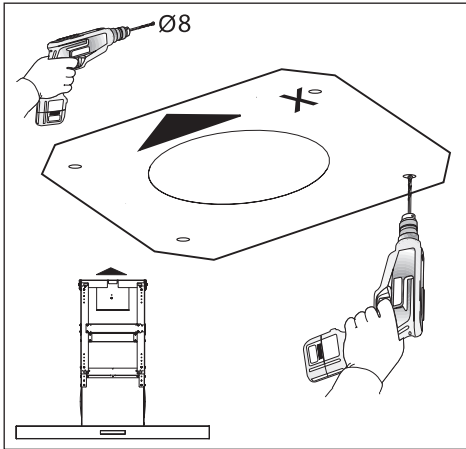

Fig.7
- Anbring boreskabelonen på loftet og sørg for at pilen placeres i samme side som apparatets betjeningsstaster (Fig.7).